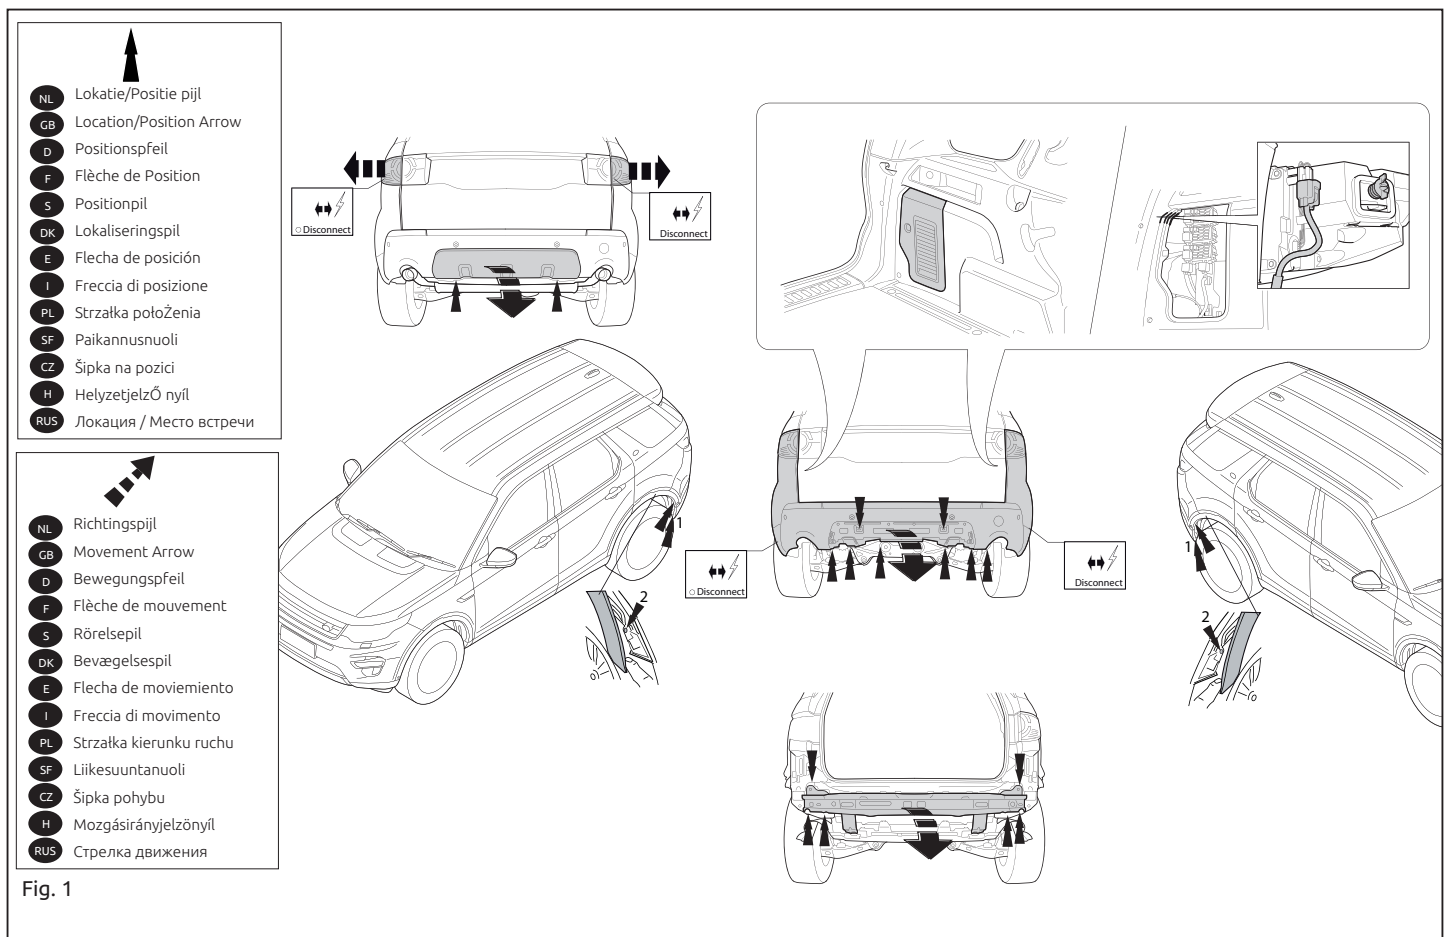

Fig. 1
2. Die Stoßstange einschließlich des stählernen Stoßbalkens vom Fahrzeug abmontieren. Der Stoßbalken wird nicht mehr benötigt. Die Schrauben wieder anbringen. Siehe Abbildung 1.
2. Déposer le pare-chocs du véhicule y compris la traverse en acier ; la traverse ne sera plus utilisée. Remettre les boulons de fixations en place. Voir la figure 1.
2. Demonter kofangeren, inklusive køretøjets stælstødbjælke. Stælstødbjælken skal ikke længere anvendes. Sæt boltene på plads igen. Se fig. 1.